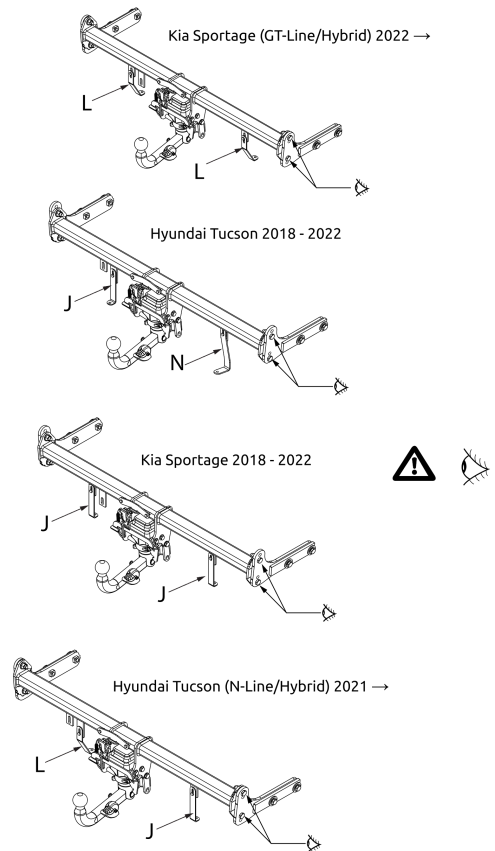

Fig. 3
6. Kia Sportage: Поставить кронштейны L и прикрепить их в точках M, закрепив не до конца. См. рисунок 3.
7. Hyundai Tucson: Поставить кронштейны J и прикрепить их в точках K, закрепив не до конца. См. рисунок 3.